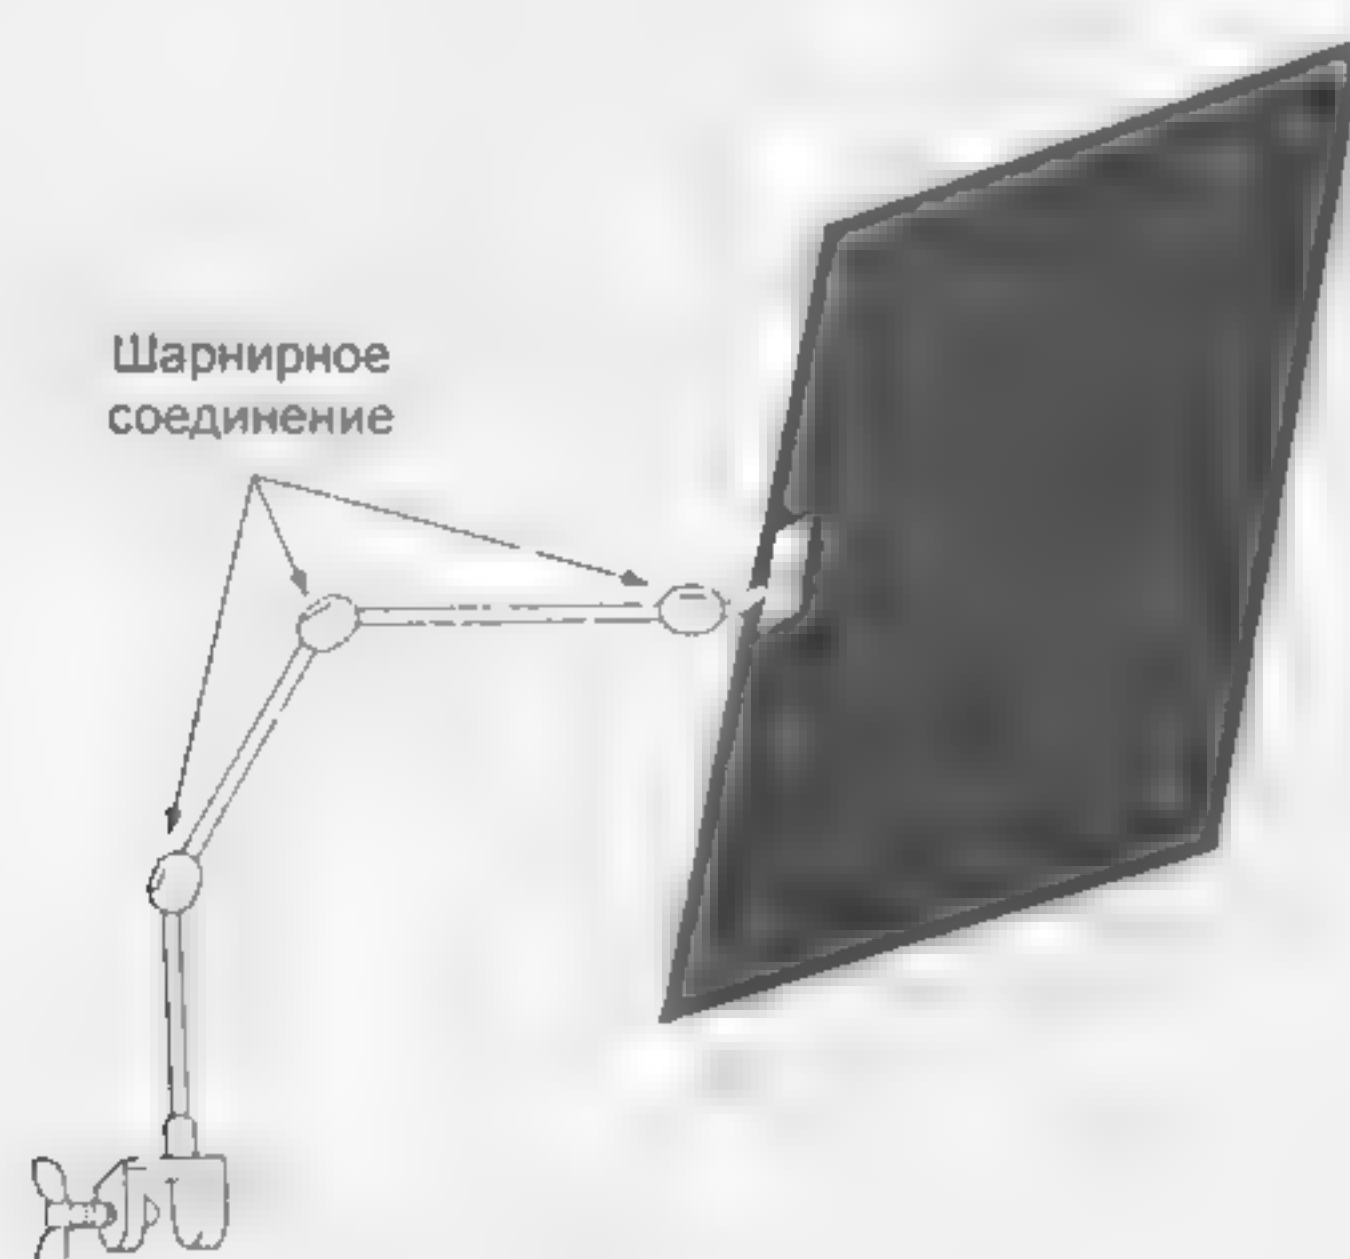

Рис. 9.9 «Французский флаг» (250 мм x 400 мм)
- «французского флага» — это эффективная дополнительная шторка, прикрепленная к шарнирному соединению (рис. 9.9)